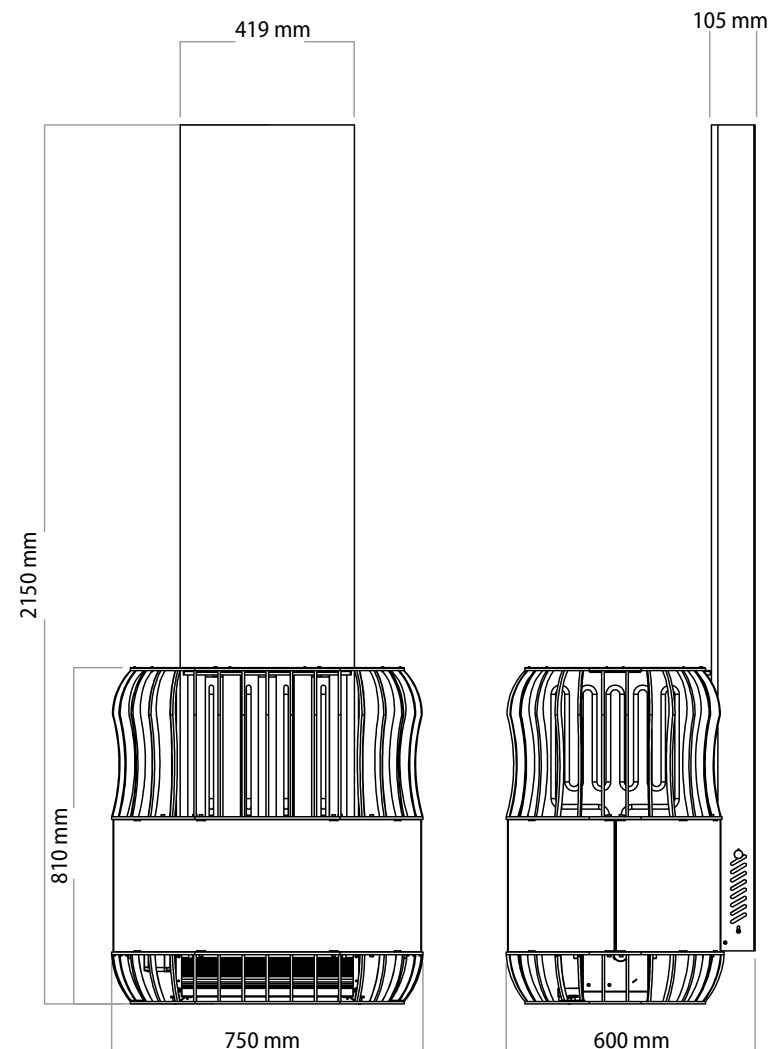

Figura 4
- Le dimensioni del dispositivo sono mostrate in Figura 4.